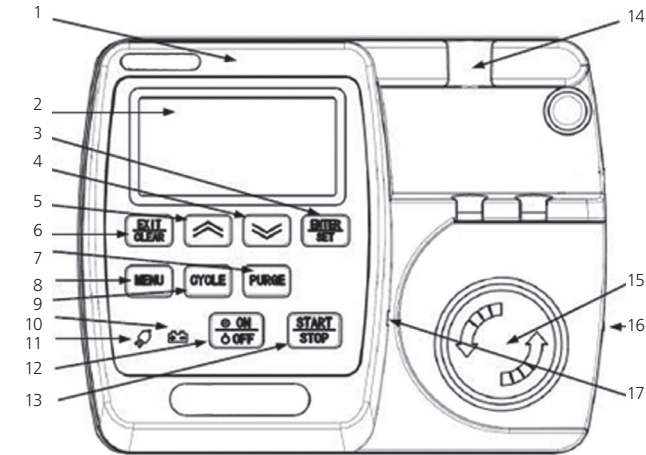

Abb. 18: Frontansicht der SERVOSAN® Appliflow
- Die Pumpe hat eine Selbstdiagnose-Funktion. Diese Selbstdiagnose-Funktion überprüft die wichtigen Funktionen bei jedem Start. Sollte die Pumpe nach dem Starten „Initialer Fehler“ anzeigen, kann der Tropfsensor beschädigt oder verschmutzt sein. In diesem Fall versuchen sie zunächst den Tropfsensor (s. Abb. 18) mit einem feuchten Tuch zu reinigen und die Pumpe erneut zu starten. Sollte anschließend weiterhin diese Fehlermeldung vorliegen verwenden Sie die Pumpe nicht weiter und wenden Sie sich an Ihren Lieferanten oder die Orbisana Healthcare GmbH.
Sollte der Tropfsensor beschädigt oder verschmutzt sein, zeigt das Display einen Fehler bei der Initialisierung (Abb. 9). In diesem Fall versuchen sie zunächst den Tropfsensor (s. Abb. 18) mit einem feuchten Tuch zu reinigen und die Pumpe erneut zu starten. Sollte anschließend weiterhin diese Fehlermeldung vorliegen wenden Sie sich an Ihren Lieferanten oder die Orbisana Healthcare GmbH.